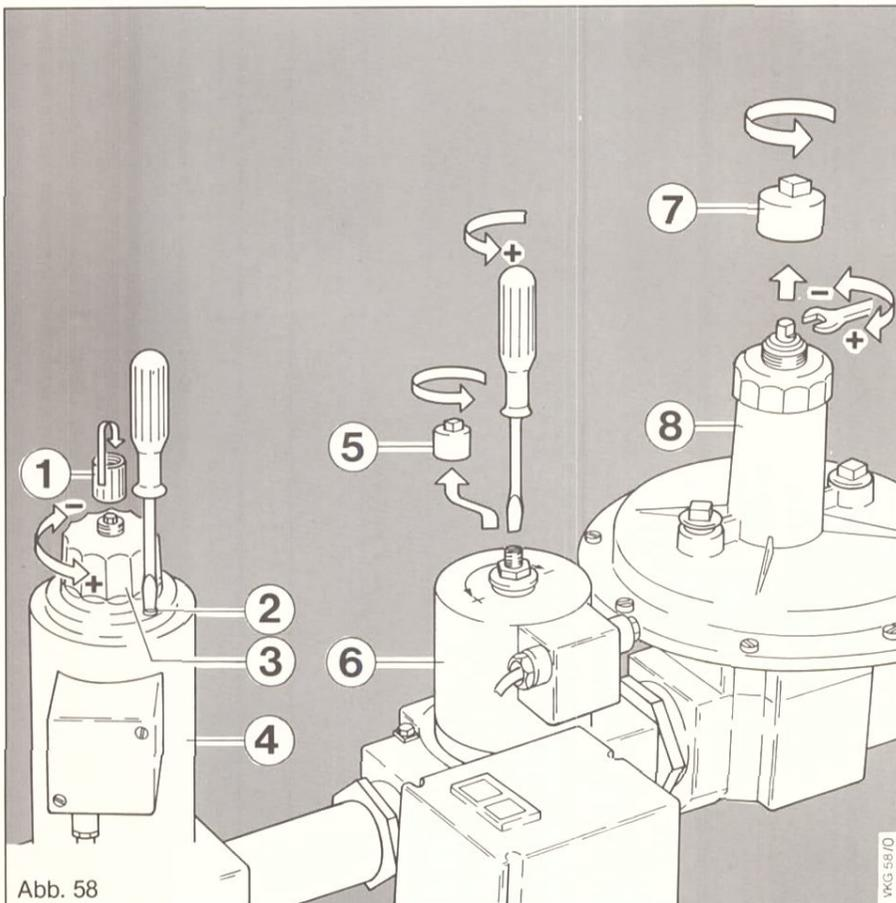

Abb. 58
Am Druckregler (8) Abb. 58 kann nach abschrauben der Kappe (7) die Hauptgasmenge eingestellt werden.
Offenstellung prüfen, dazu Kappe (5) Abb. 58 abschrauben, Kontermutter lösen und mit einem Schraubendreher die Einstellschraube auf links Anschlag (+) drehen.